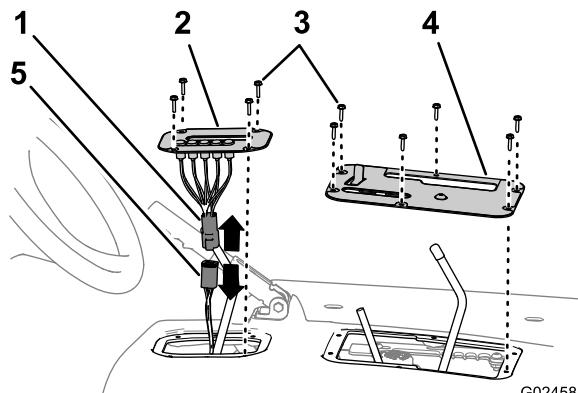

Рисунок 5
- 2. Снимите 4 винта с шестигранными головками, которые крепят крышку индикатора переключения передач к кожуху сиденья (Рисунок 5).
- жгута проводки машины и снимите крышку индикатора с машины (Рисунок 5).
- Отверните 6 винтов с шестигранными головками, которые крепят крышку системы управления к кожуху сиденья, и снимите крышку системы управления (Рисунок 5).